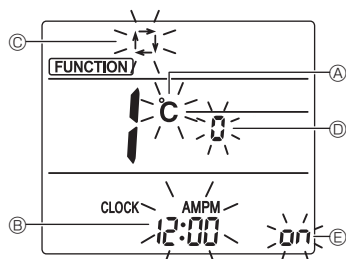

Fig. 4-11
Será apresentado o ecrã de definições do modo de visualização do ecrã. (Fig. 4-11)
#### 4.12.2. Alterar a unidade de temperatura (Fig. 4-11 (A))
- Prima o botão **TEMP** (TEMPERATURA) (5).
#### 4.12.3. Alterar a apresentação da hora (Fig. 4-11 (B))
- Prima o botão **TIME** (HORA) (6).
#### 4.12.4. Alterar o modo AUTO (AUTOMÁTICO) (Fig. 4-11 (C))
- Prima o botão **AUTO** (AUTOMÁTICO) (7).
#### 4.12.5. Alterar o número de par (Fig. 4-11 (D))
- Prima o botão **UP** (4).